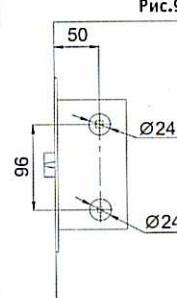

Рис.9
2. Дверь должна запираться (например, в санузлах), используется функция фиксации язычка-защелки. На дверном полотне просверлите дополнительное нижнее отверстие под фиксатор (рис. 9), затем на верхнее отверстие установите ручку, на нижнее - накладку с сантехническим фиксатором.